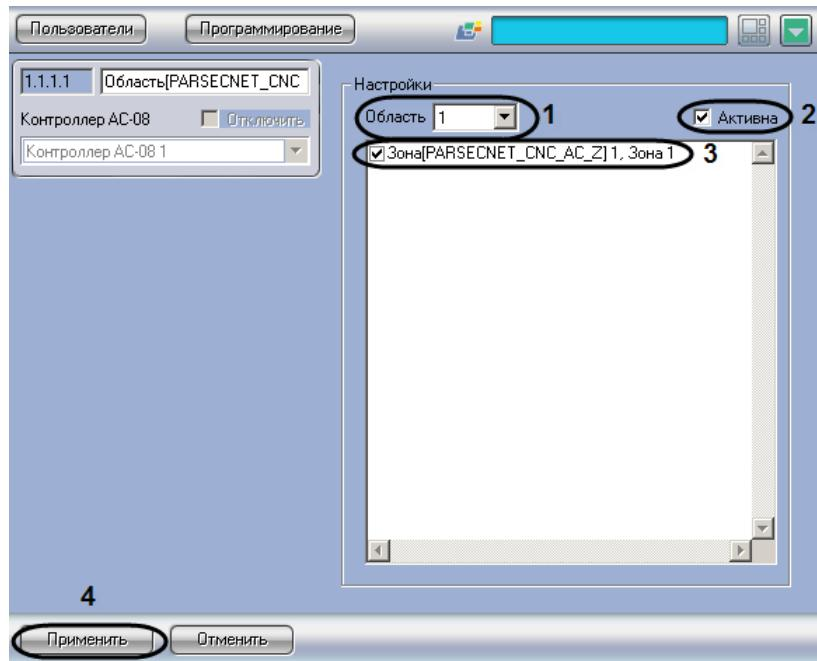

Рис. 3.5—11 Панель настроек объекта Область
2. Из раскрывающего списка **Область** выбрать порядковый номер охранной области, в которой находится список принадлежащих ей охранных зон (см. Рис. 3.5—11, 1).
3. Для активации охранной зоны необходимо установить флажок **Активна** (см. Рис. 3.5—11, 2).